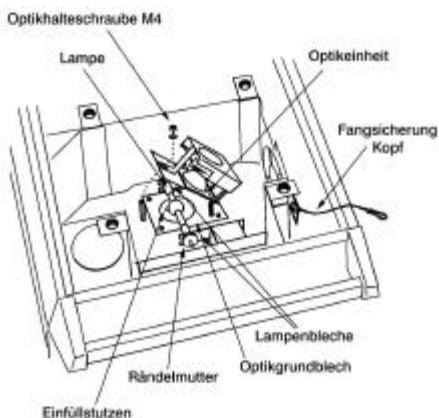

Abbildung 5-2
- **Einbaurichtung des Einfüllzapfens der Lampe beachten !!! (siehe Abbildung 5-2)**